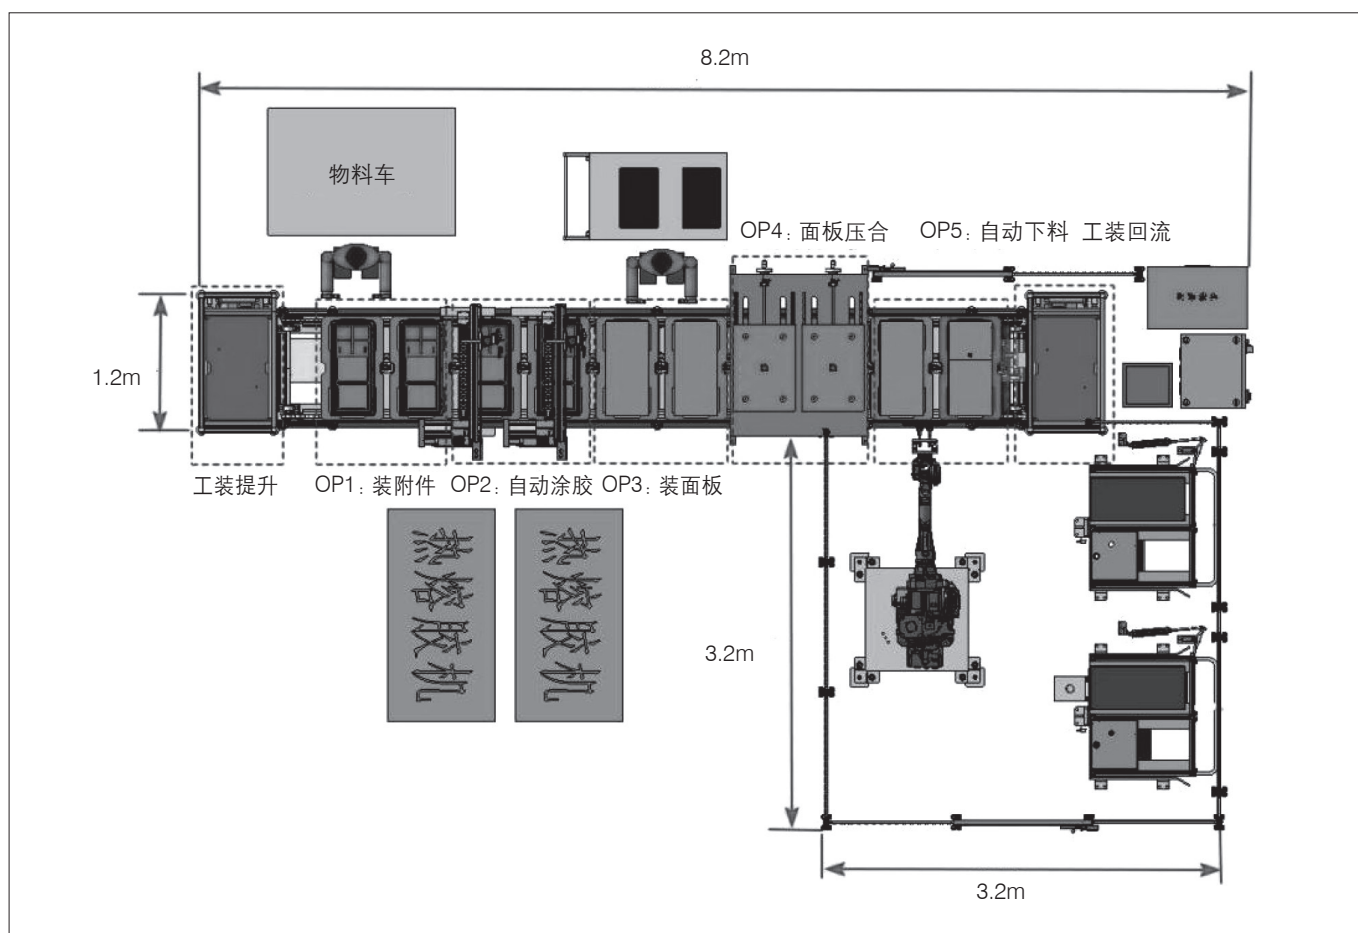

图4 自动装配线平面布局图
自动装配线各工位的平面布局如图4所示。
(1) 线体采取直线式布局,整线总长8.2m,总宽4.4m,占用场地面积满足要求;
(2) 从图4可以看出,装配线工位排布依次是OP1—装附件、OP2—自动涂胶、OP3—装面板、OP4—面板压合、OP5—自动下料,其中OP1、OP3由人工完成,其他3个工位实现无人化,共需工人2名;
(3) 对每个工位进行动作分解,并估算每个动作时间,然后进行节拍分析,发现OP2—自动涂胶节拍20s,OP4—面板压合节拍18s,均超过要求的10s节拍,故整线需设置成双工位(图4),即同时对两个产品进行涂胶、压合,双工位节拍20s,单件产品节拍就是10s。
(4) OP2—自动涂胶工位有两套X/Y/Z三轴机械手,其上各固定一把胶枪,胶枪各连接一台Nordson热熔胶机,可同时对两个面框按预设路径进行涂胶。
(5) 线尾设置两台收料车,通过定位机构(详见笔